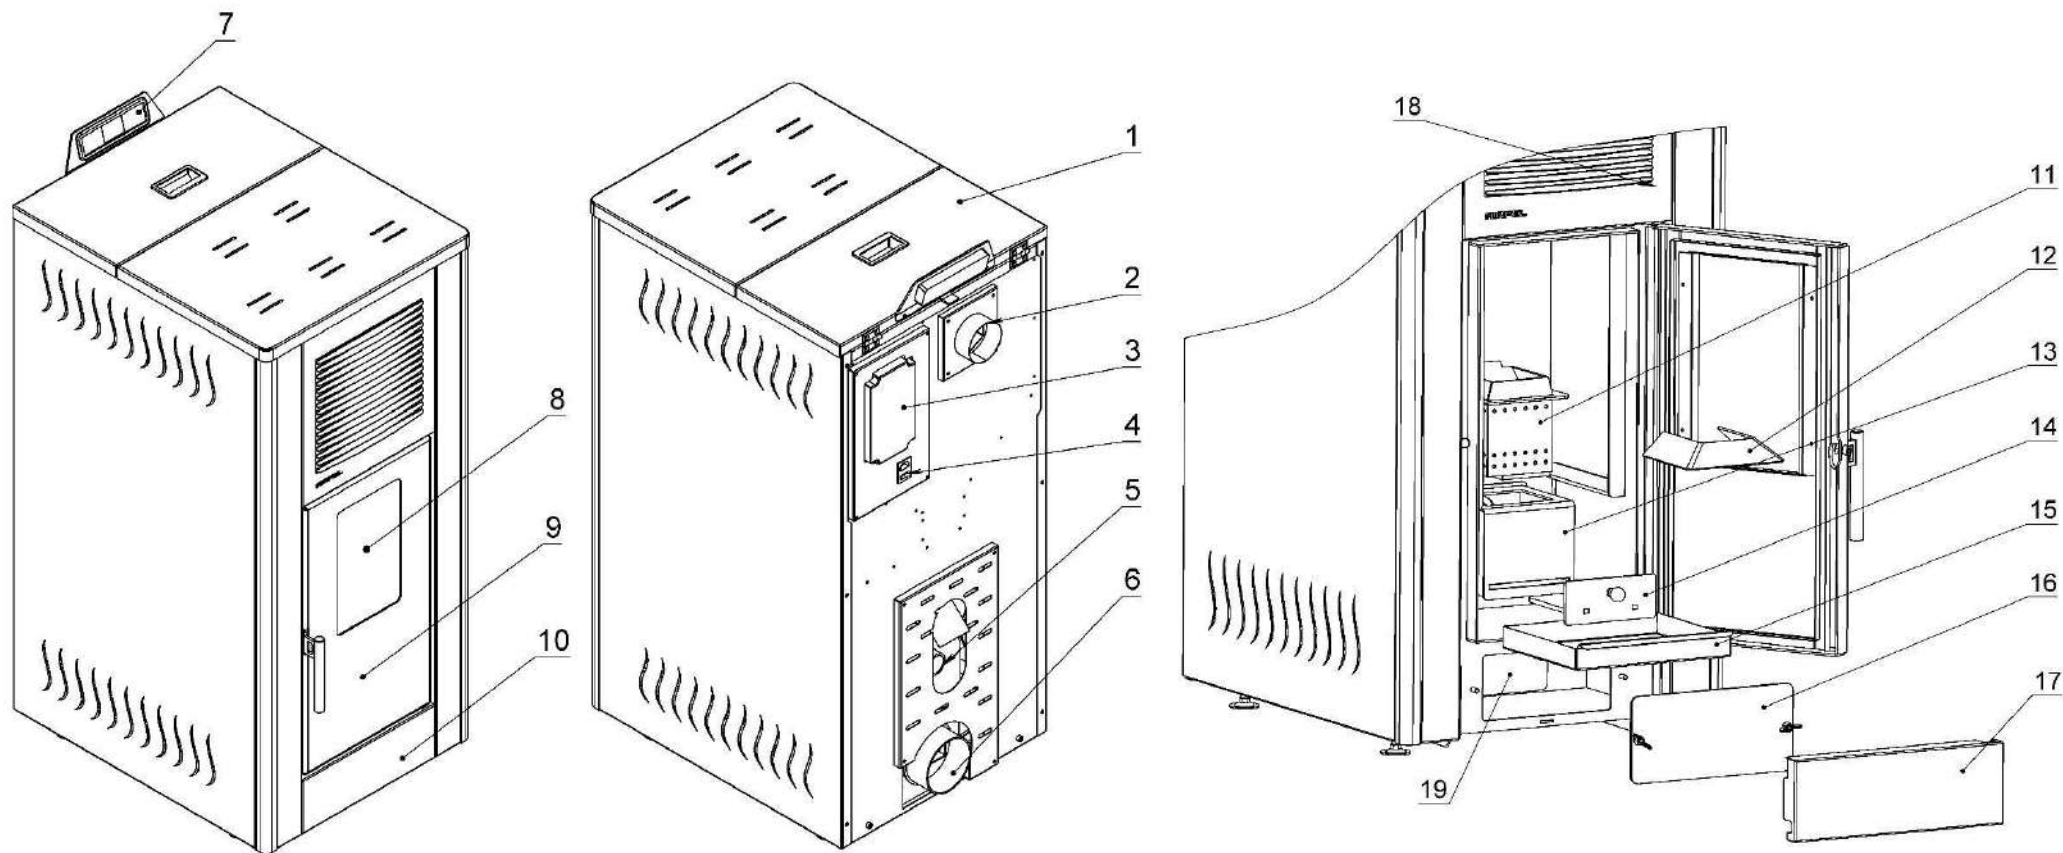

Рисунок 5.1 – Зовнішній вигляд та основні елементи каміна
- На задній стінці каміну, знаходиться кнопка включення з позначеннями 0 та I (рис. 5.1 позиція 4). Якщо ви переконаєтеся, що виконані всі попередні вимоги для правильної роботи каміну, увімкніть клавішу в положення I і дотримуйтесь вказівок з цієї інструкції.
- Один раз на місяць, очистіть внутрішню порожнину каміна, відкривши передню панель поз.17 (рис. 5.1). та заглушку поз. 16 відкрутивши 2 гайки. Вакуумним апаратом очистіть поверхню.